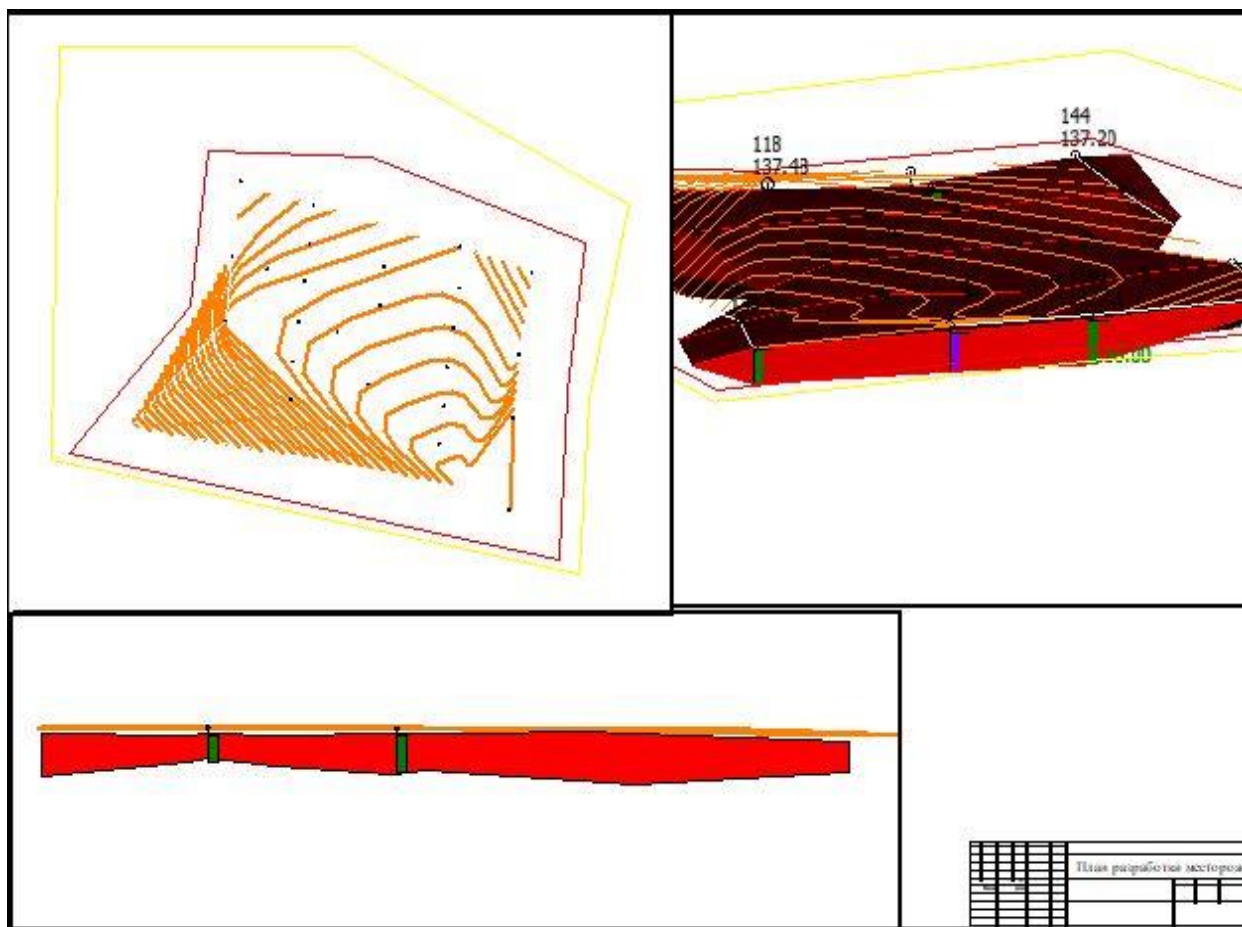

Рис. 11.9
19. С помощью команды **Выделить группу объектов**  выделите разрез, вызовите контекстное меню и выберите команду **Добавить на Шаблон чертежа/Шаблон чертежа 1/Видовой экран 3**. Полученный результат сравните с рис. 11.9